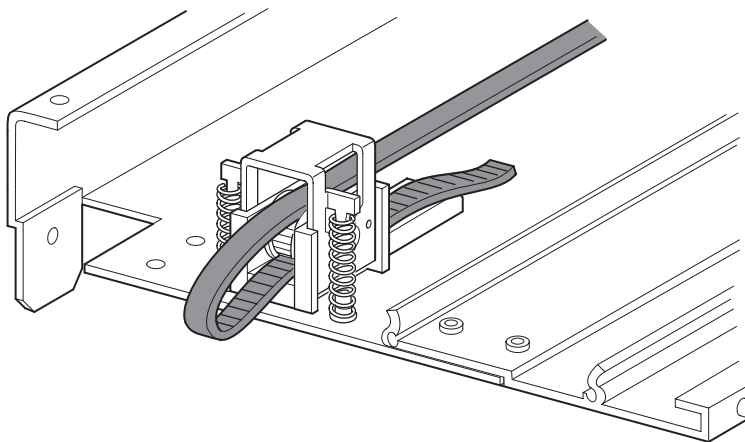
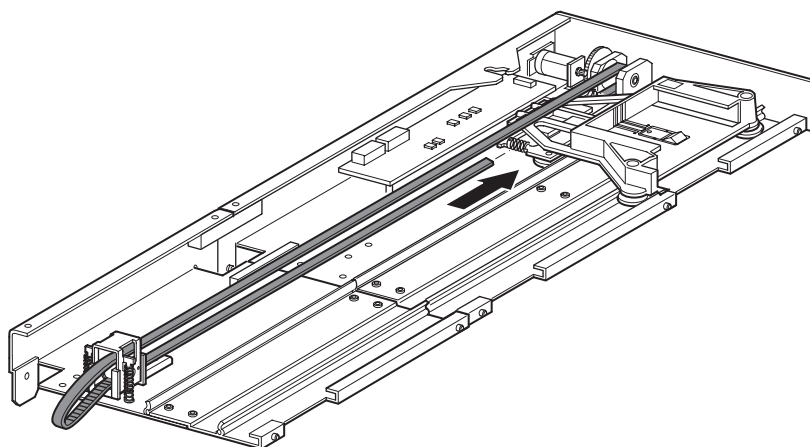

Figura 2-20: Instalación de la correa de temporización en la extensión
Figura 2-21: Instalación de la correa de temporización
3. Inserte la correa de temporización por la parte superior de la rampa del tensor de la correa y de la polea tensora y, a continuación, por la polea del motor de unidad. Asegúrese de que los dientes de la correa encajan en ambas poleas (consulte la Figura 2-20 y la Figura 2-21).